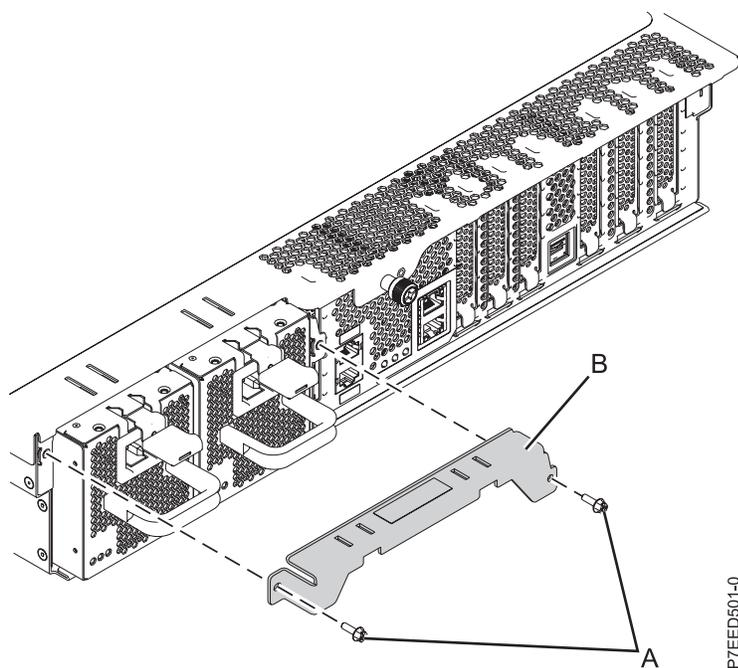

Abbildung 10. Ausbauen der Transporthalterung
4. Bauen Sie die Transporthalterung links von der Systemrückseite aus, bevor Sie das System verkabeln (siehe Abb. 10). Gehen Sie wie folgt vor, um die Transporthalterung auszubauen:
- a. Entfernen Sie die beiden Schrauben (A).